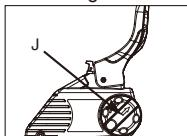
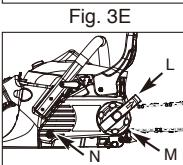

Fig. 3F
Fig. 3G
10. Drej knappen (J) MOD URET, indtil TANGEN (K) er helt i bund. (Fig. 3F)
12. Fastgør skruen (N) ordentligt, og følg trin 13 for at justere kædens stramhed.
13. Drej spændingsringen stramt (M). Træk kontrolknappen i pilens retning (L), og stram ordentligt med uret, og skub herefter kontrolknappen tilbage. (Fig. 3G)